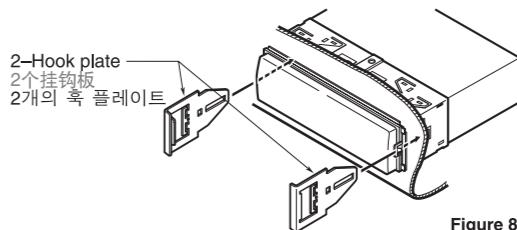

Figure 8 / 图 8 / 그림 8
- Insert and lock the hook plates. (Figure 8)
- 插入并锁定挂钩板。(图8)